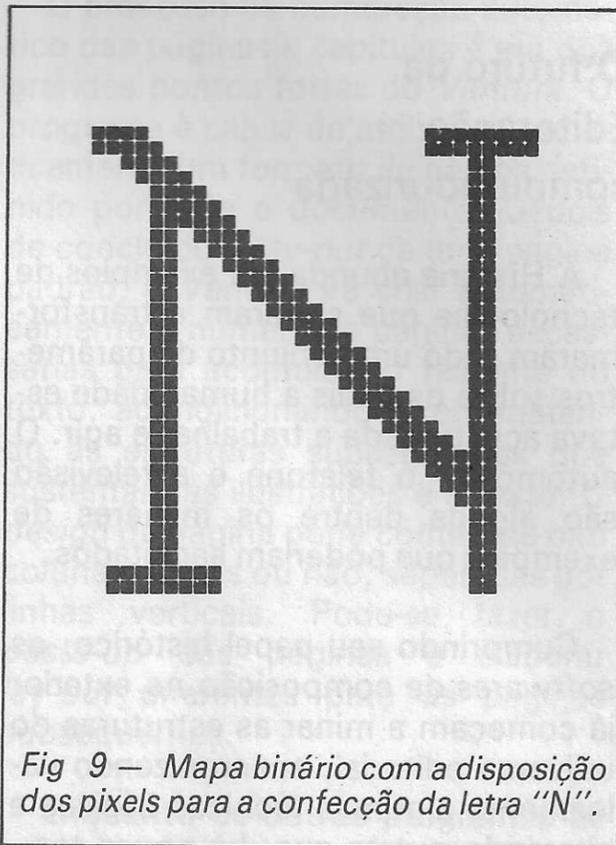

Fig 9 — Mapa binário com a disposição dos pixels para a confecção da letra "N".
**Pixel** — Abreviatura de "elemento de imagem" e constitui realmente o menor elemento de uma imagem. Sua forma é retangular e o conjunto deles forma a imagem ou caracter em um monitor de vídeo. (Fig. 9).